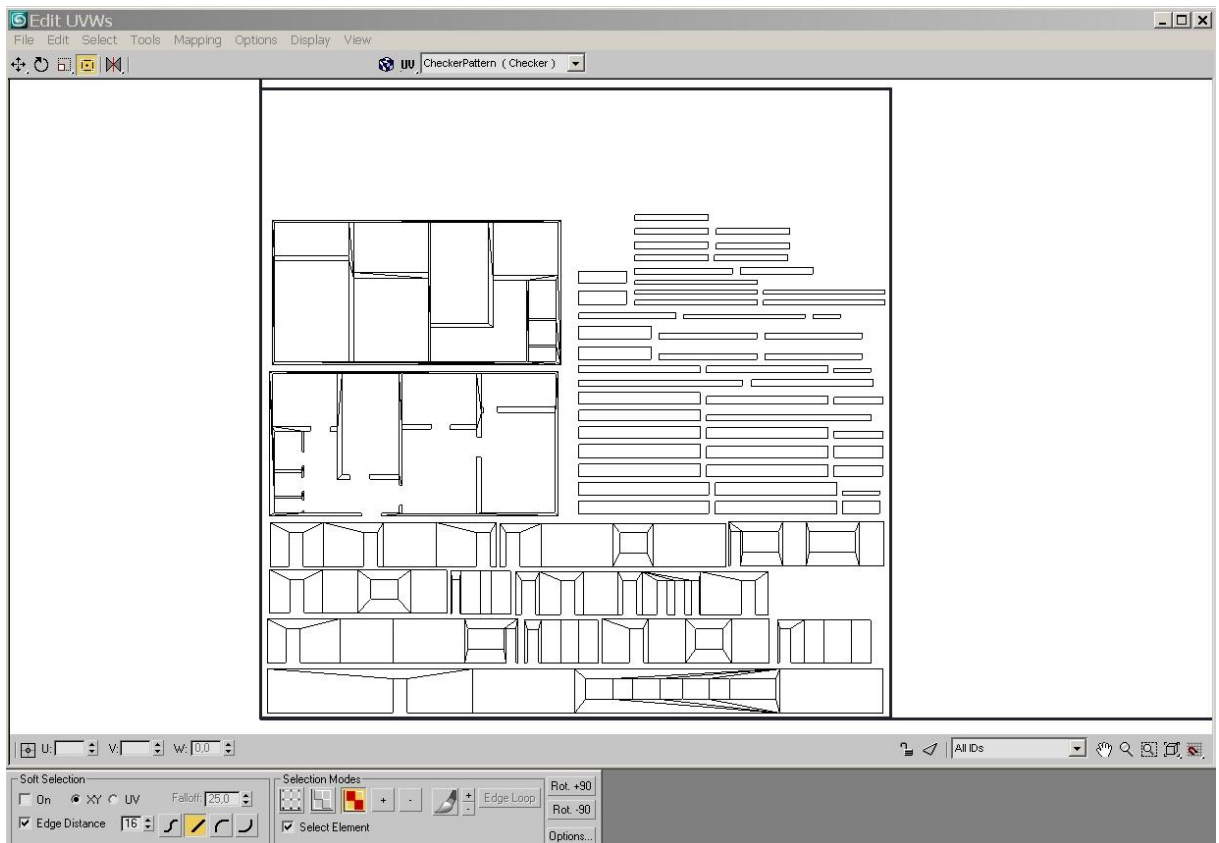

Рис. 7
9. Переместите оставшиеся кластеры верхней и нижней части стен и блок кластеров, принадлежащих оконным и дверным проемам, на рабочее пространство, при необходимости отмасштабируйте их таким образом, чтобы они занимали наибольшую полезную площадь. Готовая текстурная развертка должна выглядеть подобно изображению (Рис. 7).